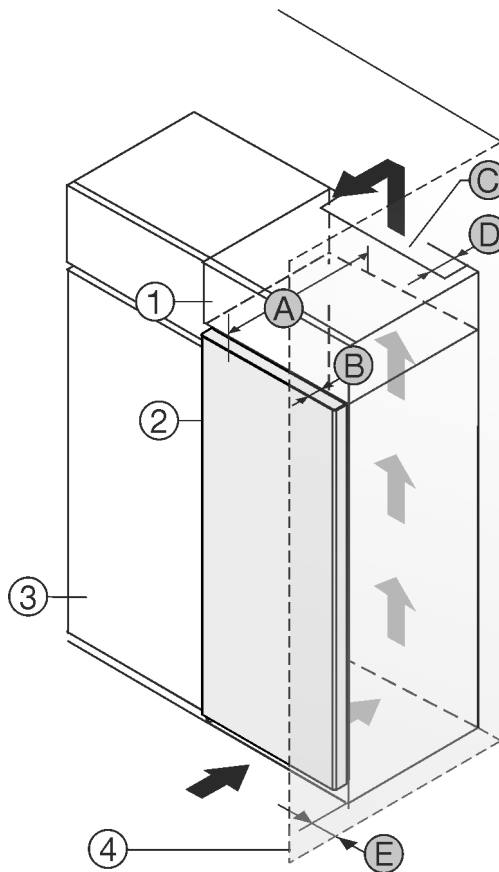

Fig. 1
Zariadenie môžete inštalovať priamo vedľa kuchynskej skrine Fig. 1 (3)\*.
Na zadnej strane nastavnej skrine musí byť vetracia šachta s hĺbkou Fig. 1 (D) cez celú šírku nastavnej skrine.\*
Pod stropom miestnosti sa musí dodržať prierez vetracieho otvoru Fig. 1 (C)\*.
AK zariadenie nainštalujete so závesmi vedľa steny Fig. 1 (4), tak vzdialenosť medzi zariadením a stenou musí byť minimálne 13 mm.\*
Aby ste mohli dvere úplne otvoriť, zariadenie musí vyčnievať o hĺbku dvier Fig. 1 (B) prednej časti kuchynskej skrine. V závislosti od hĺbky kuchynských skrií Fig. 1 (3) a použitia dištančných držiakov na stenu môže zariadenie prečnievať ešte viac.\*